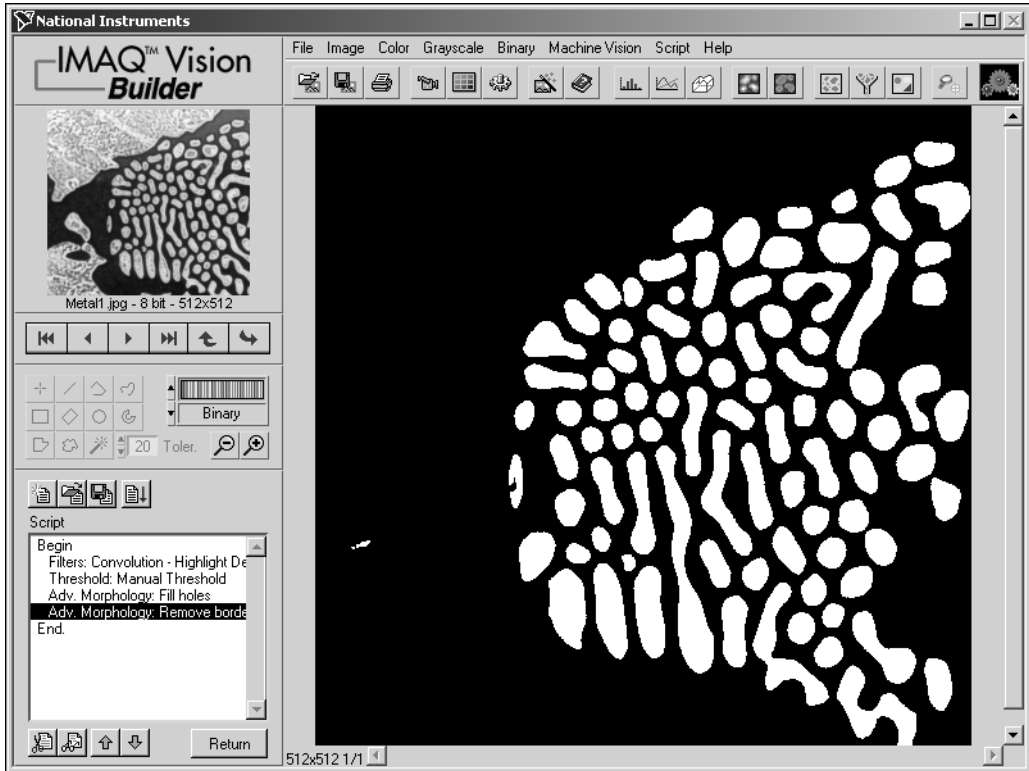

図 3-4 モフォロジー関数で粒子を修正する
4. **Remove border objects** を選択し、画像の縁に接触しているオブジェクトをすべて取り除きます。結果は図 3-4 のようになります。